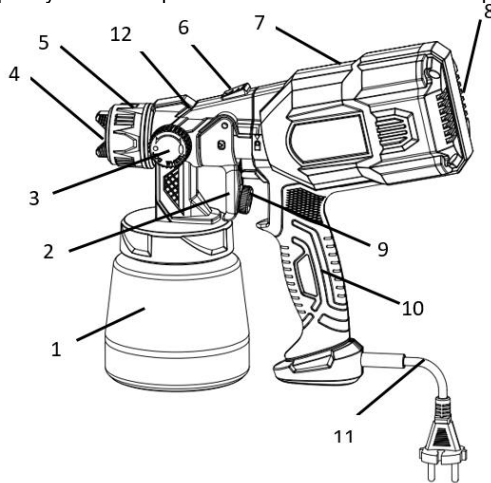

Рисунок 1
- перевірити стан повітряного фільтру під кришкою (8, рис. 1) і за необхідності замінити, з'єднати усі частини виробу;
4.2 Виберіть необхідний режим роботи виробу за допомогою регулятора форми струменя (3) та регулятора обертів (9) (див. рисунок 1). Увімкнення під'єданого до електромережі виробу відбувається курковою клавішою вимикача, при натисканні якої, вмикається двигун з крильчаткою та розпилює матеріал на поверхню.